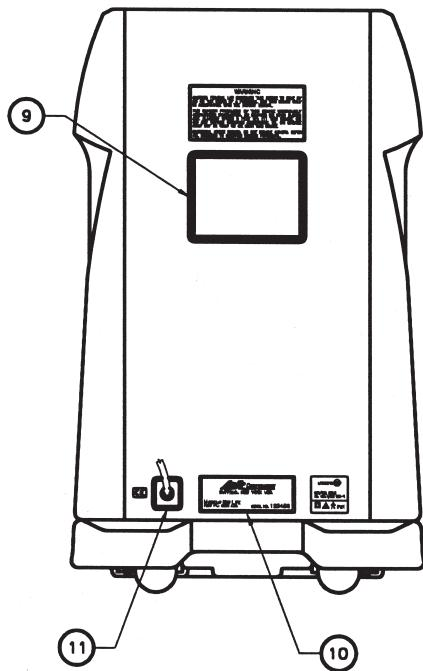

Fig. I.2
I. 2. Face traseira (Fig. I. 2) .....	3-PT
### I. 2. Face traseira (Fig. I. 2)